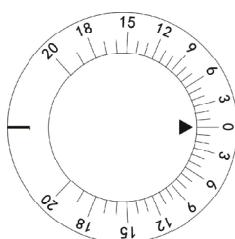
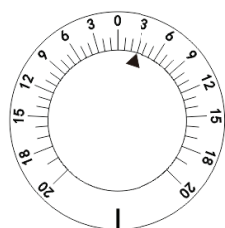
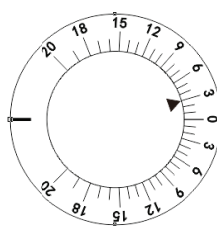

Figure 22
Figure 23
Figure 24
Tourner le prisme rotatif ⑫ en tenant sa base pour la poser sur l'ouverture d'examen. Tourner le bouton de rotation du prisme ⑪ jusqu'à ce que la puissance de prisme requise soit réglée. Ce que la flèche triangulaire noire indique est la puissance actuelle du prisme. Par exemple, la puissance du prisme indiquée sur la Fig.22 est 0. celle de la Fig.23 signifie la base de la puissance du prisme de  $3\Delta$ , et celle de la Fig.24 signifie la puissance du prisme de la base  $3\Delta$ .